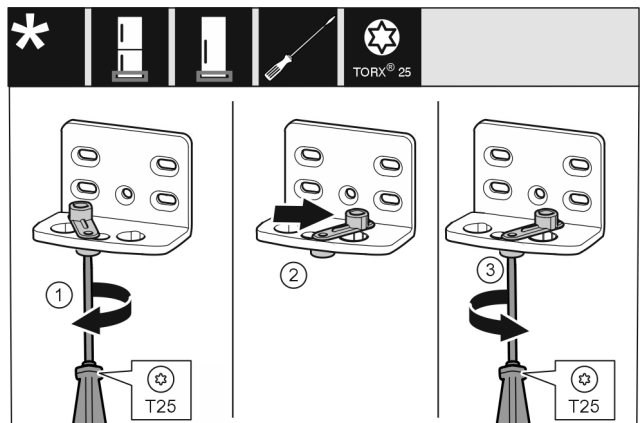

Fig. 15
- ▶ Tekerje lazára a csavart a T25 csavarhúzóval. Fig. 15 (1)
- ▶ Emelje meg az ajtó záródását segítő egységet, és 90°-kal jobbra forgatva helyezze a furatba. Fig. 15 (2)
- ▶ Húzza meg a csavart a T25 csavarhúzóval. Fig. 15 (3)